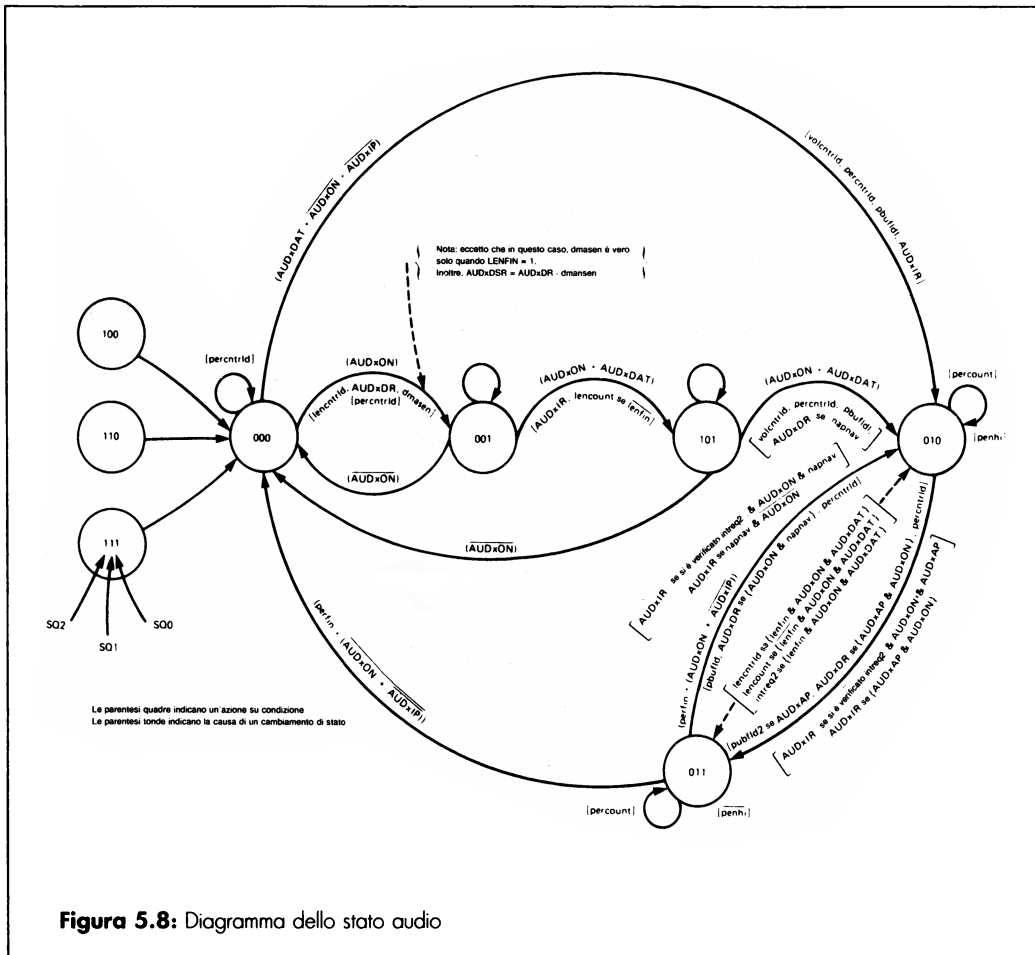

Figura 5.8: Diagramma dello stato audio
La Figura 5.8 cerca d'illustrare tutti gli stati possibili dell'hardware audio (la figura riguarda comunque un solo canale). Gli otto stati possibili del canale sono regolati da un clock costante (3,55 MHz PAL). Tre di essi sono sostanzialmente inutilizzati e costituiscono un passaggio intermedio verso lo stato inerte (000). Dallo stato inerte si possono imboccare due strade: una riguarda le operazioni gestite tramite interrupt (con i dati forniti dal 68000), e l'altra riguarda le operazioni gestite tramite DMA (con i dati forniti dal chip Agnus).